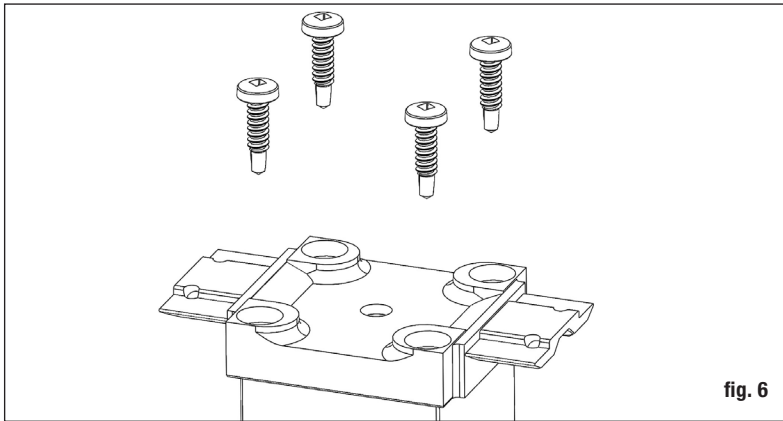

fig. 6
**Paso 5** Asegure la base del riel superior continuo a la parte superior del poste con los tornillos de la base provistos (fig. 6) *Nota: Si se deja un poco flojo, puede hacer ajustes menores para corregir los problemas de nivel del riel más adelante.*